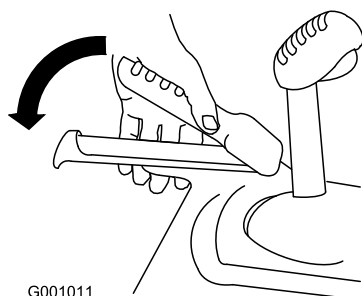

Figura 10
3. Premete la leva sinistra (della trazione) contro l'impugnatura (Figura 10).
6. Premete la leva sinistra (della trazione) contro l'impugnatura (Figura 10).